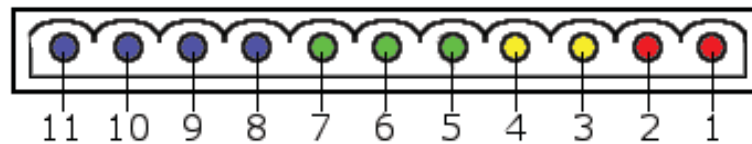

Abbildung 4 Anschlussstifte
- Achten Sie darauf, dass die Klemmen wie in Abb. 4 verdrahtet werden. Falls die Spannungsversorgung nicht korrekt angeschlossen wird, kann dies zu Produktschäden führen, die **NICHT** durch die Gewährleistung abgedeckt sind.
6. Befestigen Sie das Flachkabel wieder an der vorderen Abdeckung (1).
7. Bringen Sie die vordere Abdeckung (1) wieder am Gehäuse an und befestigen Sie sie mit den vier Schrauben.
8. Schrauben Sie die zwei Schrauben für die Abdeckung (2) wieder ein.
9. Schließen Sie die Drähte wie folgt an (siehe nachfolgende Abb. 4):